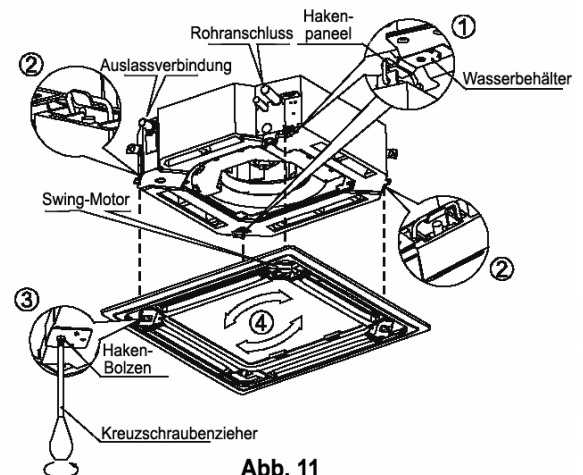

**Abb. 10**
- b. Klappen Sie das Gitter im 45°-Winkel nach oben und nehmen Sie es ab. (Siehe Abb. 10)
- Entfernen Sie die Installationsabdeckungen an den vier Ecken. Schrauben Sie die Bolzen heraus, lockern Sie das Seil von den Installationsabdeckungen und entfernen Sie es. (Siehe Abb. 10)